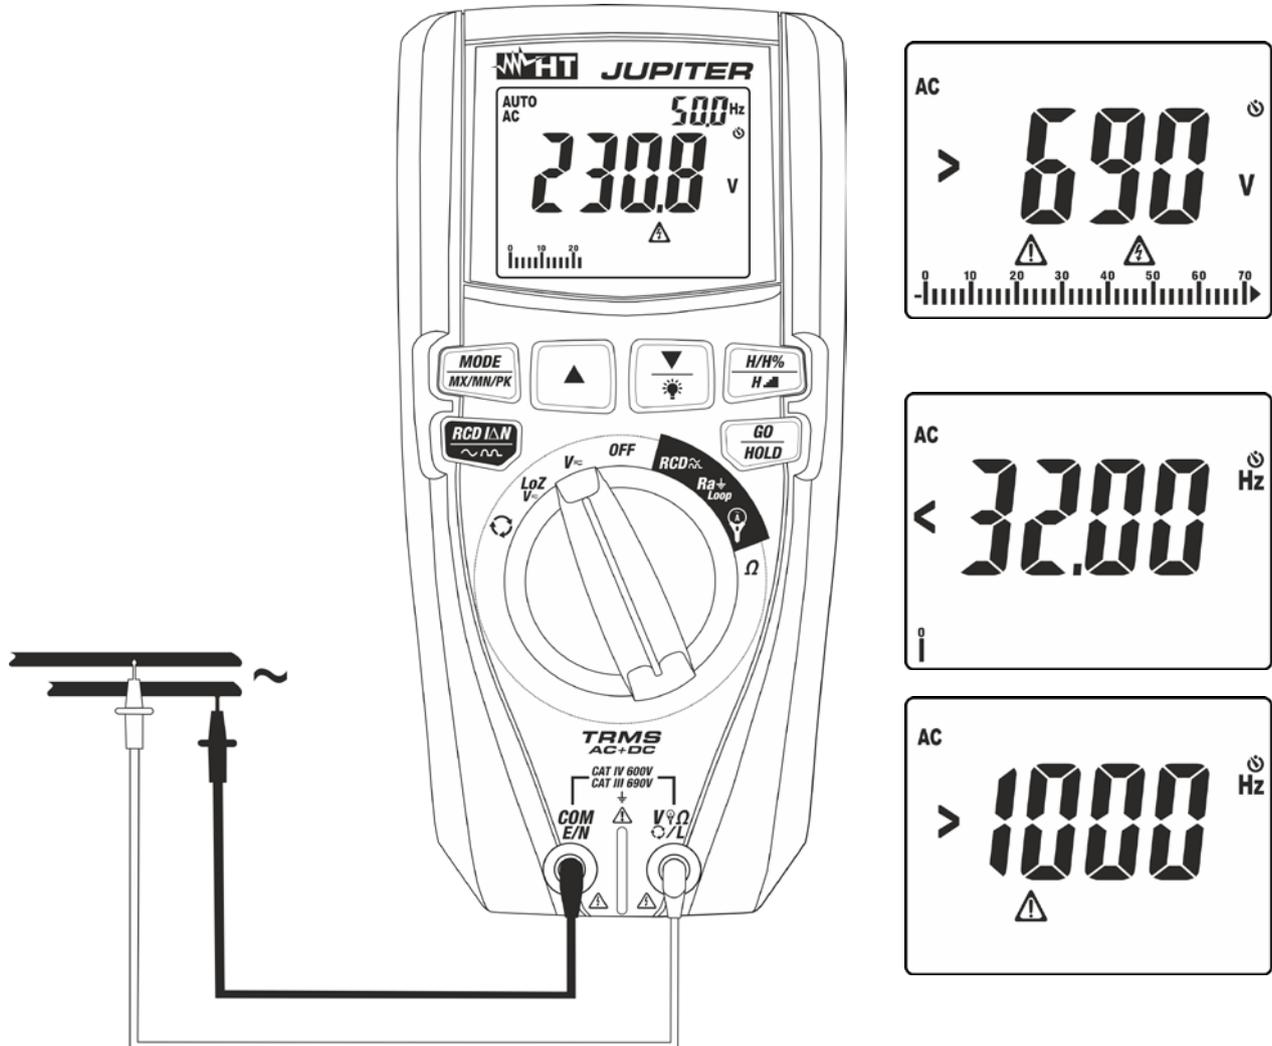

Fig. 9: Uso do instrumento para medir Tensões CA
4. Colocar a ponteira vermelha e a ponteira preta respetivamente nos pontos do circuito em exame (ver Fig. 9). O valor da tensão é apresentado no display. Na parte superior direita do display é apresentado o valor da frequência da tensão. Premir o botão **MODE/MX/MN/PK** para visualizar o valor da frequência com maior resolução.
5. Se no display aparecer a mensagem ">690V" (ver Fig. 9) atingiu-se o fundo de escala do instrumento
6. Se no display aparecerem as mensagens "<32Hz" ou ">1000Hz" (ver Fig. 9) o valor da frequência está fora do intervalo da medição  $32\text{Hz} \div 1000\text{Hz}$